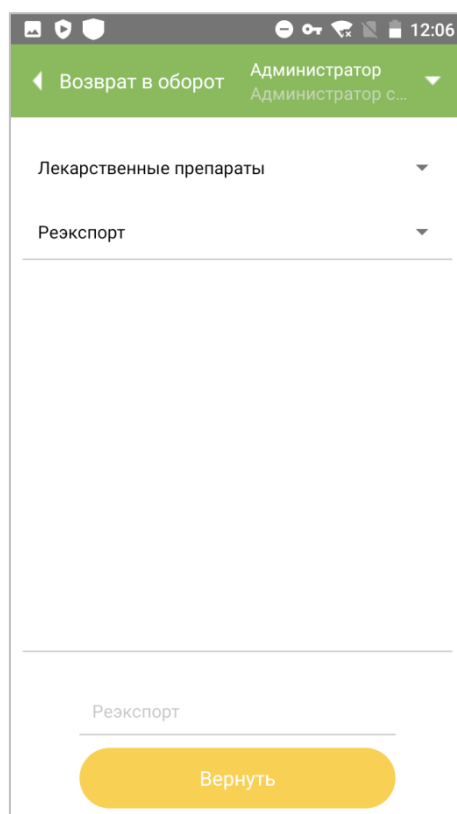

Рисунок 12.1
2. Откроется окно для сканирования кодов, которые следует вернуть в оборот (Рисунок 12.1).